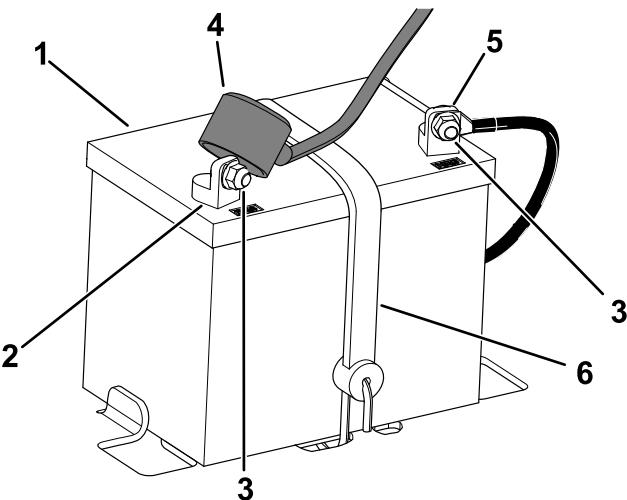

Figure 41
5. Débranchez le câble positif (rouge) de la borne de la batterie (Figure 41).
6. Déposez la barrette de maintien de la batterie (Figure 41) et soulevez la batterie de son support.